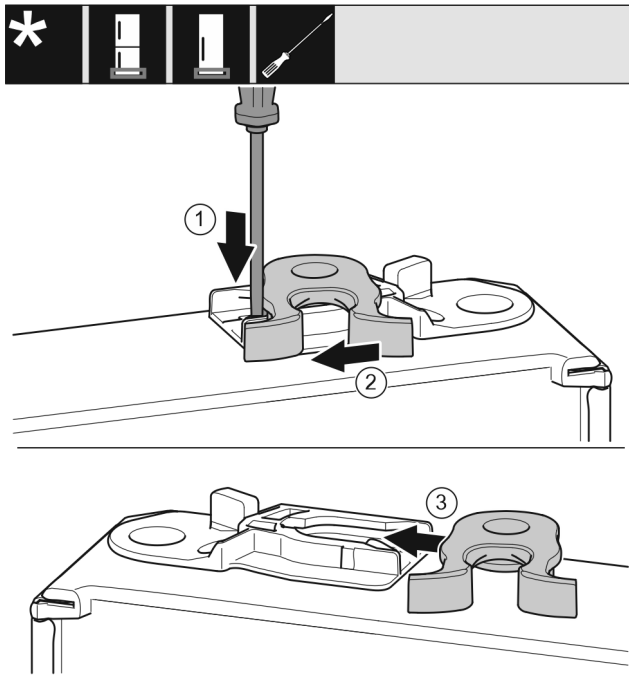

Fig. 46 *
- Lasche Fig. 46 (1) mit Schlitzschraubendreher nach unten drücken.*
- Schließhaken Fig. 46 (2) aus Führung ziehen.*
- Schließhaken Fig. 46 (3) auf anderer Seite in Führung schieben.*